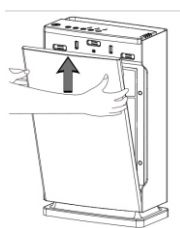

Рис. 5
8.2 Потяните и поднимите переднюю панель вверх таким образом, чтобы нижний захватывающий крючок передней панели вышел из гнезда для захватывающего крючка на самом очистителе-рециркуляторе (рис. 5).